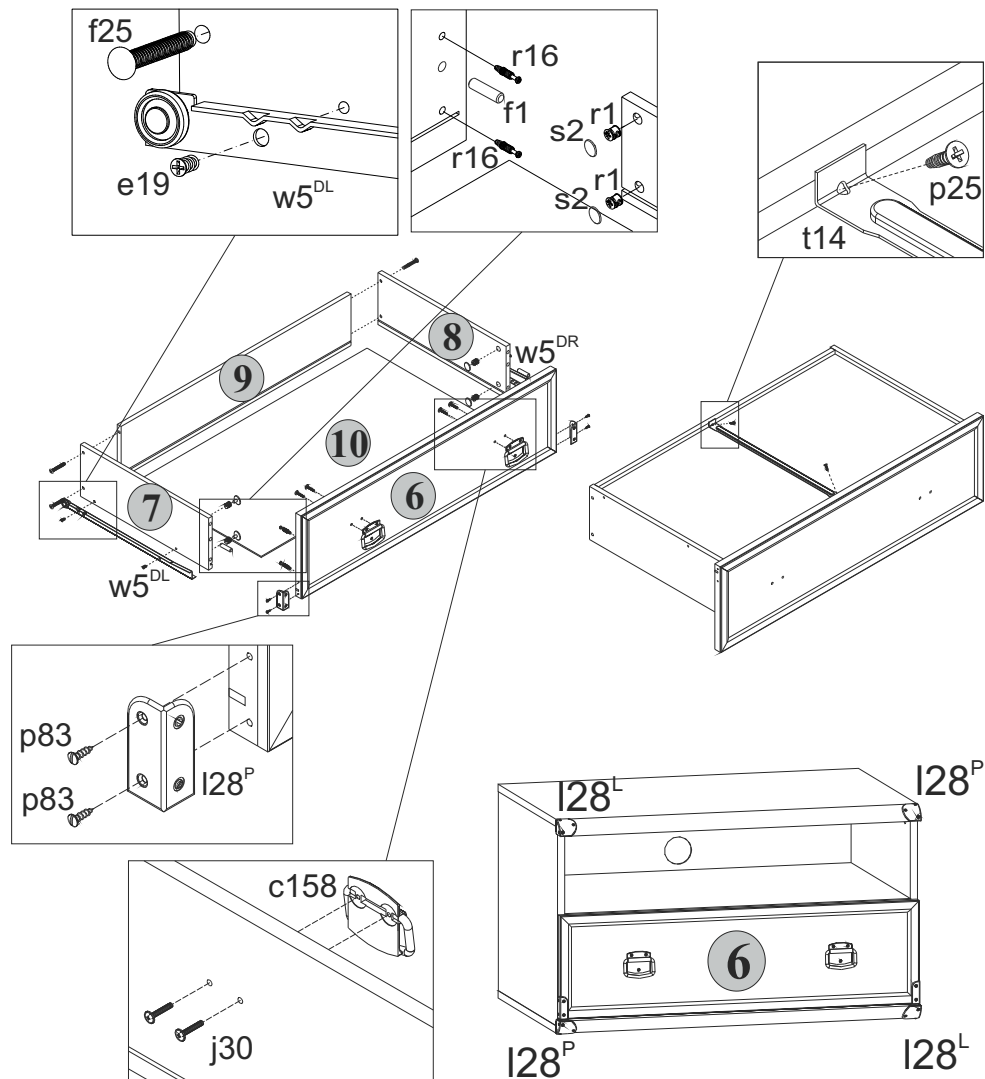

Рис. 3
5.12 В отверстия диаметром **8 мм** на передних кромках стенок боковых **7** и **8** корпуса выдвижного ящика вбить деревянные шканты **f1** (**см.рис.3**).
5.13 В отверстия диаметром **15 мм** на внутренних поверхностях стенок боковых **7** и **8** корпуса выдвижного ящика вставить стяжки эксцентриковые **r1** (**см.рис.3**).
5.14 В отверстия диаметром **5 мм** на внутренней поверхности панели передней **6** ящика выдвижного с помощью крестообразной отвертки вкрутить винты стяжки **r16** (**см.рис.3**).
5.16 Соединить панель переднюю **6** с корпусом ящика выдвижного и затянуть стяжки эксцентриковые **r1**, пользуясь специальным ключом **z1**. Закрепить стяжки эксцентриковые заглушками **s2** (**см.рис.3**).